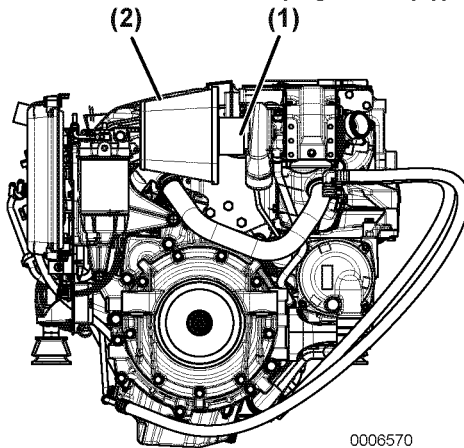

Figura 9
3. Retire la abrazadera (**Figura 9, (1)**).
4. Retire el filtro de aire (**Figura 9, (2)**).